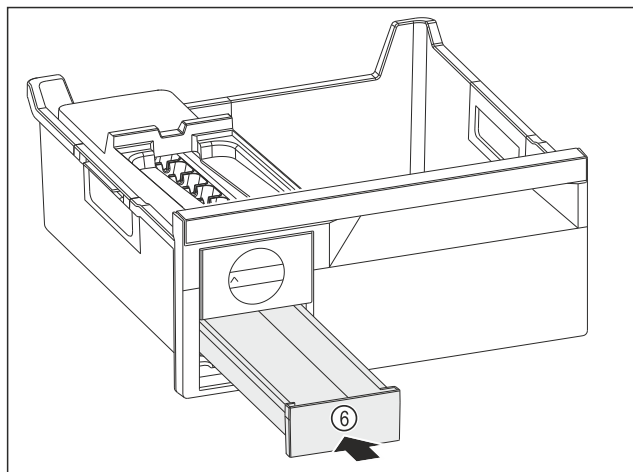

Fig. 146
- ▶ Wsunąć szufladę na kostki lodu Fig. 146 (6).